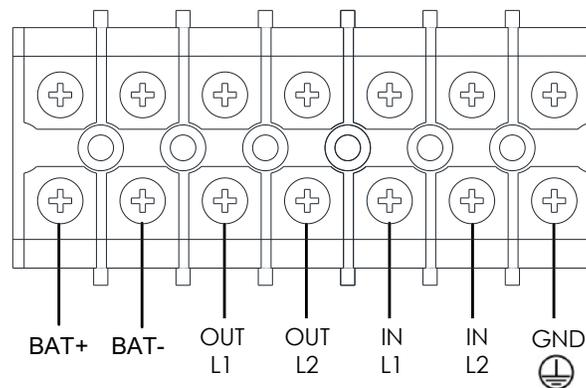
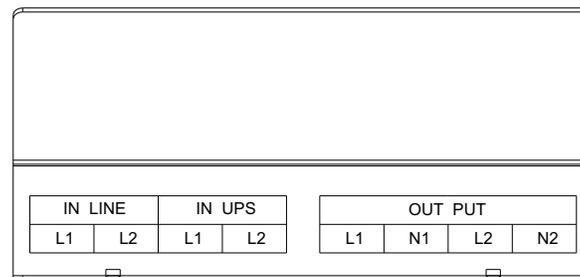

FIGURA. 2.16. BLOQUE DE TERMINALES (MÓDULO UPS 6/10 kVA)
FIGURA. 2.17. BLOQUE TERMINALES DE MÓDULO TRANSFORMADOR (6/10 kVA)
1. Abra la tapa del bloque de terminales ubicada en el panel posterior del módulo UPS, y el módulo de transformador, consulte el diagrama de la figura 2.16 y figura 2.17.